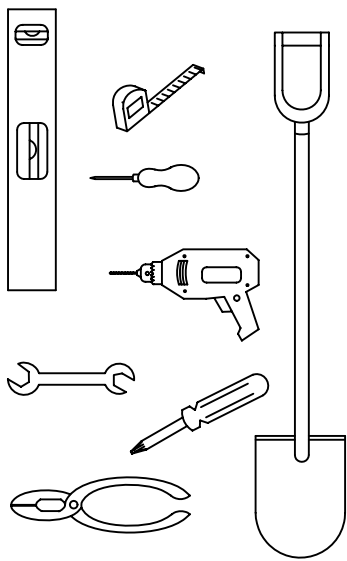

FIG. 1
- 1. WEATHER WARNING ! DO NOT ERECT YOUR BUILDING ON A WINDY DAY. ANY BUILDING LEFT PARTIALLY CONSTRUCTED MAY BE SERIOUSLY DAMAGED (FIG.1).**
- 3. ALL ASSEMBLY OPERATIONS MUST TAKE PLACE ON A COMPLETELY LEVEL SURFACE (FIG. 1)**
- 1. TEMPÊTE DE VENT: NE JAMAIS MONTER VOTRE ABRI PAR GRAND VENT. NE PAS LAISSER UN ABRI PARTIELLEMENT MONTÉ, LES PIÈCES POUVANT ÊTRE ENDOMMAGÉES (FIG. 1).**
- SURFACE PLANE (fig 1).**
- 1. AVISO DE TEMPESTADE! NÃO PROCEDA À MONTAGEM DO SEU ABRIGO NUM DIA VENTOSO. QUALQUER ABRIGO DEIXADO PARCIALMENTE MONTADO PODE FICAR SERIAMENTE DANIFICADO (FIG. 1).**
3. TODAS AS OPERAÇÕES DE MONTAGEM DEVEM SER EFECTUADAS NUMA SUPERFÍCIE COMPLETAMENTE NIVELADA (FIG. 1).
1. PRESTE ATENCIÓN A LA METEOROLOGÍA. NO INTENTE LEVANTAR EL EDIFICIO EN UN DÍA DE VIENTO. CUALQUIER COMPONENTE QUE QUEDE A MEDIO MONTAR PUEDE SUFRIR DAÑOS IMPORTANTES. (FIG. 1).
3. TODAS LAS OPERACIONES DE MONTAJE DEBEN DE REALIZARSE SOBRE UNA SUPERFICIE TOTALMENTE PLANA Y AL MISMO NIVEL. (FIG. 1)